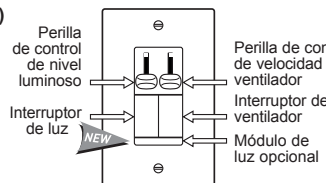

Figura 1
- Es posible que el atenuador requiera ajuste a baja intensidad para encender lámparas o eliminar fluctuaciones en las bombillas. Para ajustar, **DESCONECTE LA ALIMENTACIÓN DEL CIRCUITO** y quite la placa de pared. Con un destornillador pequeño aislado de punta plana, ajuste la rueda del potenciómetro que es accesible a través de la ranura (marcada "CALIBRATION") situada sobre la banda (Figura 1). Gire la rueda **hacia abajo para aumentar** la intensidad mínima de la luz y gire la rueda **hacia arriba para disminuir** la intensidad de la luz. Luego, instale la placa de pared, restaure el suministro eléctrico y realice una prueba. Repita lo anterior según sea necesario. **Nota: Nunca ajuste el potenciómetro cuando el circuito está energizado.**